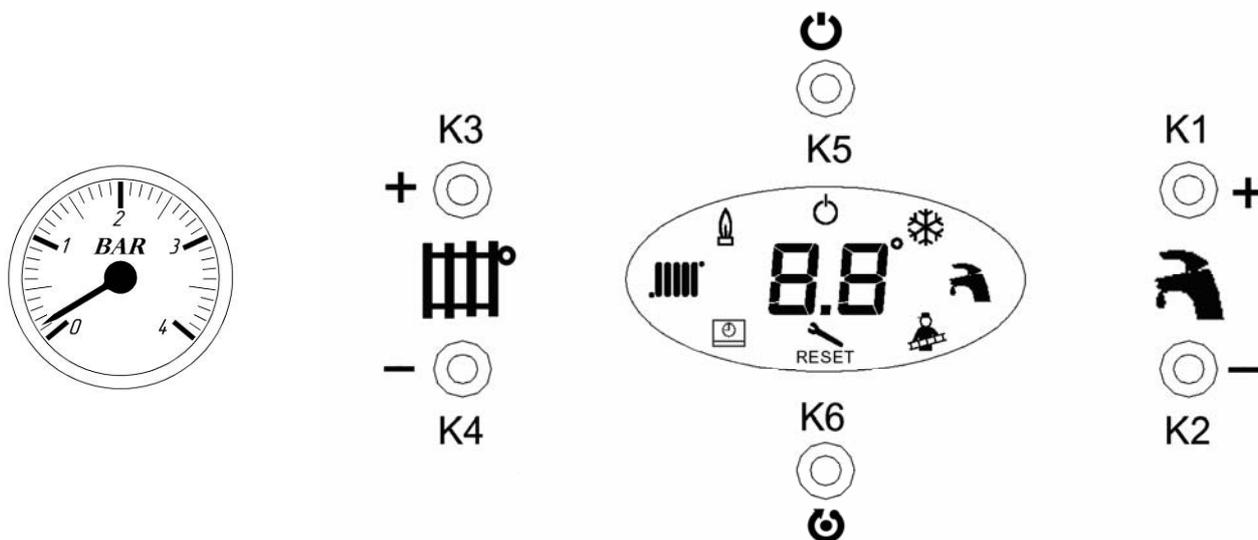

Рис. 13. Панель управления котлом
Всё управление котлом осуществляется с панели управления, внешний вид которой показан на Рис. 13. Если к котлу подключен выносной пульт, то управление осуществляется с него, кнопки панели управления не активны.
При подключении котла к сети электропитания, он автоматически входит в тот режим работы, в котором находился в момент отключения от сети. Смена режимов работы котла осуществляется нажатием на кнопку K5 на панели управления котлом (см. Рис. 13, стр. 23). Ниже представлена последовательность смены режимов работы котла.
- ✓ плата электронная сравнивает сигнал датчика температуры контура отопления 10 со значением, заданным пользователем при помощи кнопок К3 и К4 (см. Рис. 13, стр. 23). При разности указанных температур более 1 °С плата электронная меняет напряжение на регуляторе подачи газа, чтобы изменить подачу газа на блок горелочный в соответствии с потребностью контура отопления.